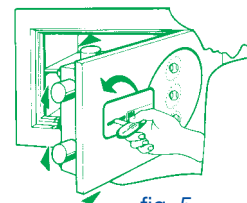

fig. 5
- Actionner la clé et faire sortir les pènes de leur logement (fig. 5) comme pour fermer le coffre-fort.